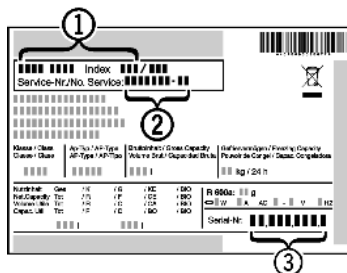

Fig. 23
- ▶ A készülék megnevezését Fig. 23 (1), a szerviz- Fig. 23 (2) és sorozatszámot Fig. 23 (3) a típustábláról olvassa le. A típustábla a készülék belsejében baloldalon található.
- ▶ Értesítse a vevőszolgálatot a hibáról, és adja meg nekik a készülék megnevezését Fig. 23 (1), a szerviz- Fig. 23 (2) és a sorozatszámot Fig. 23 (3).